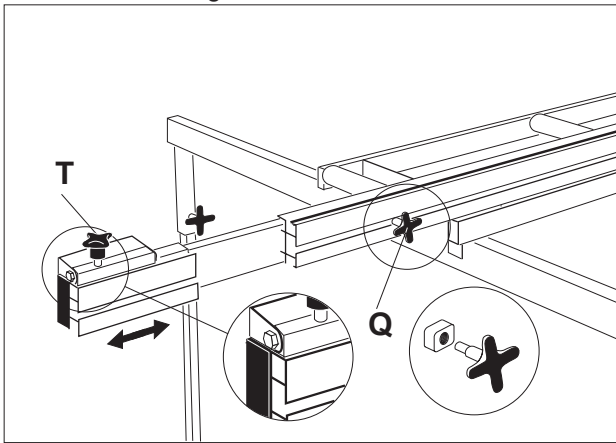

Fig. 8
- Monter låseskrue **Q** for teleskoputtrekket (fig. 8).
- Monter materialstopper **T** kant i kant med aluminiumsanden på teleskoputtrekket (fig.8 og 9).
Sagbladet må stå i nedsenket stilling før krenning. Ved å løse låseskruen og trykke inn arm for krengesikring (posisjons-hendelen), kan sagbladet krenge fra 0°-45° (fig. 8). Bladet innstilles og låses i ønsket krengevinkel. Les av gradene på skalaen og stram låseskruen.
- Still eventuelt inn ønsket krengevinkel på sagbladet (fig. 8 og 13).